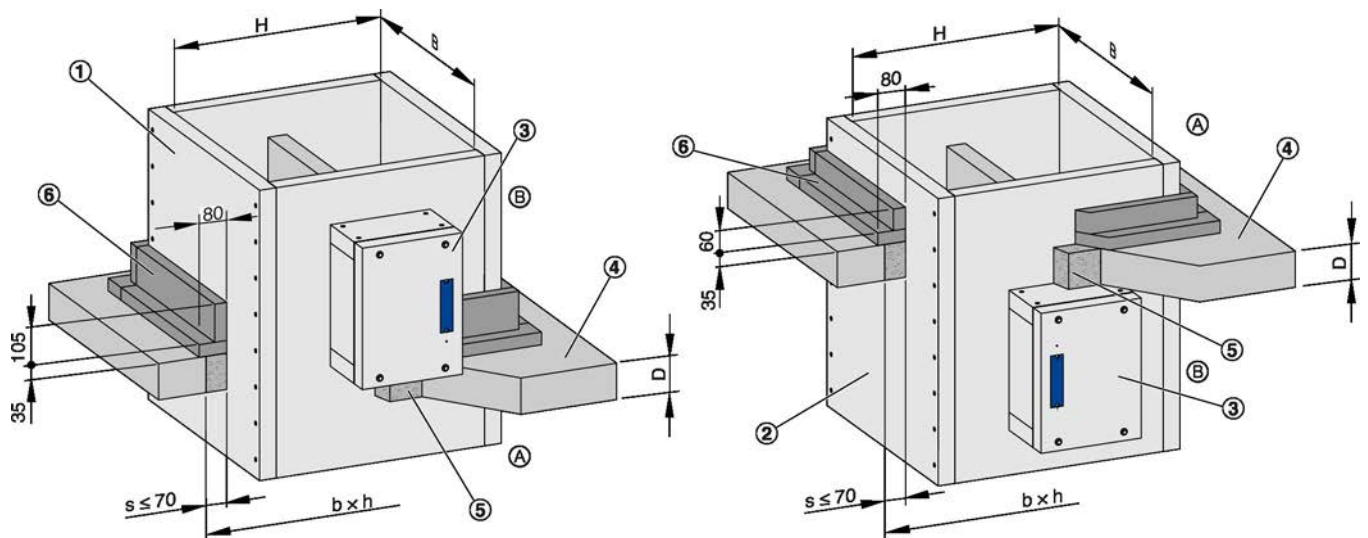

Abb. 11: Nasseinbau in Massivdecke, Klassifizierungsindex: h_{ow}
- Einbau Antriebskapselung **oberhalb** Decke (Abb. 11/1) mit Gehäuselänge $L = 600$ mm oder 800 mm
- Einbau Antriebskapselung **unterhalb** Decke (Abb. 11/2) mit Gehäuselänge $L = 800$ mm
1. ▶ Einbauöffnung fachgerecht herstellen, siehe Abb. 11.
4. ▶ Riegel untereinander an den Stossstellen (Abb. 11/6) und am Gehäuse verkleben, Riegel am Gehäuse der Entrauchungsklappe mit Schnellbauschrauben verschrauben (mit $\varnothing 3$ mm vorbohren), Schraubabstand ≤ 150 mm.